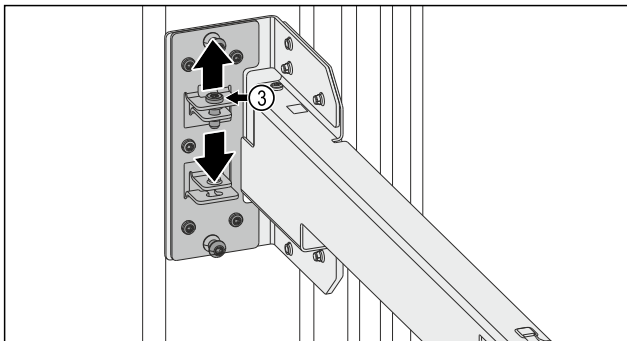

Fig. 14
- ▶ Schroef Fig. 14 (3) losmaken.
- ▶ Schroef Fig. 14 (3) vastdraaien.